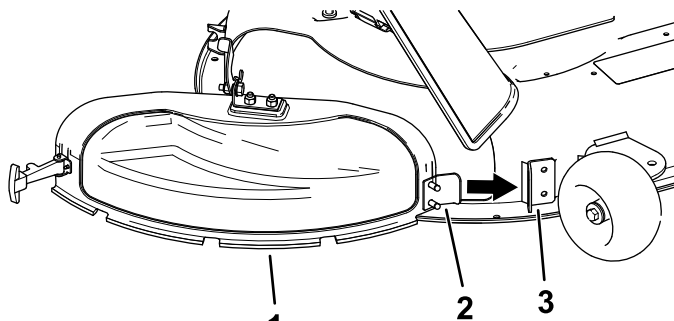

Figura 13
3. Înclinai proeminența metalică de pe capacul de evacuare în fanta din suportul sudat de pe puntea mainii de tuns iarba (Figura 13).